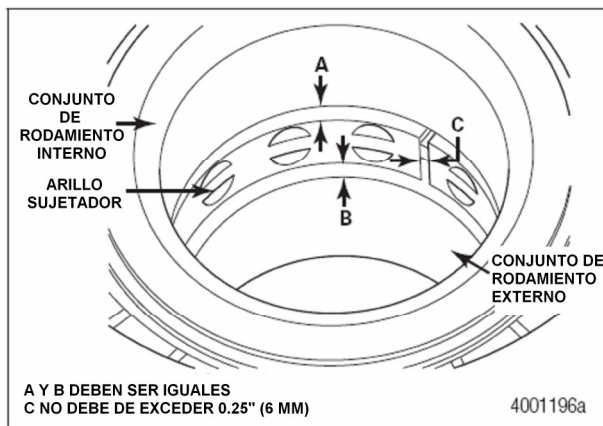

Figura 13.14
- A. El anillo de broche interno no se ha desplazado en el embarque y está en alineamiento correcto con los rodamientos internos y externos. El espacio entre los sets de rodamiento internos y externos y el anillo de broche debe ser igual. Figura 13.14.
- B. El espacio entre los extremos del anillo de broche debe ser igual y no exceder 0.25-pulgada (6mm). Si es necesario, ajuste manualmente. Figura 13.14.